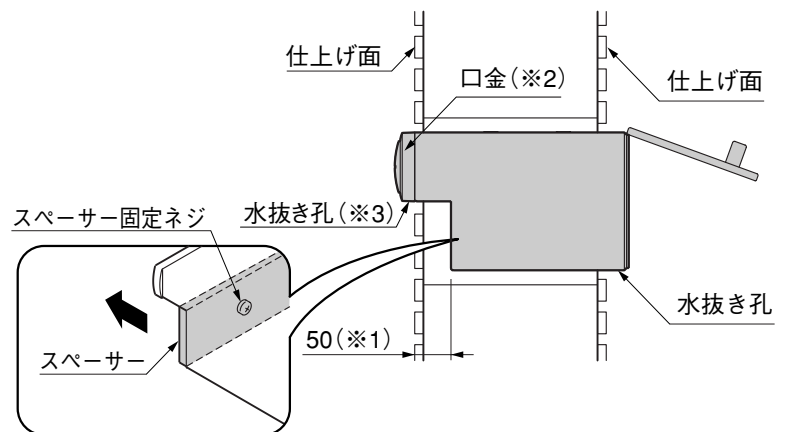

図4-5 1B05 スペース無
- スペース無で施工する場合は、中仕切り板を外してからスペース固定ネジを外してスペースを外してください。(図4-5参照)
- スペース無で施工する場合は、スペース固定ネジを外してスペースを外してください。(図4-5参照)
- スペース (*1) 無の場合は、ボルトスペーサー (*2)、❶-❶ (*4)は使用しません。